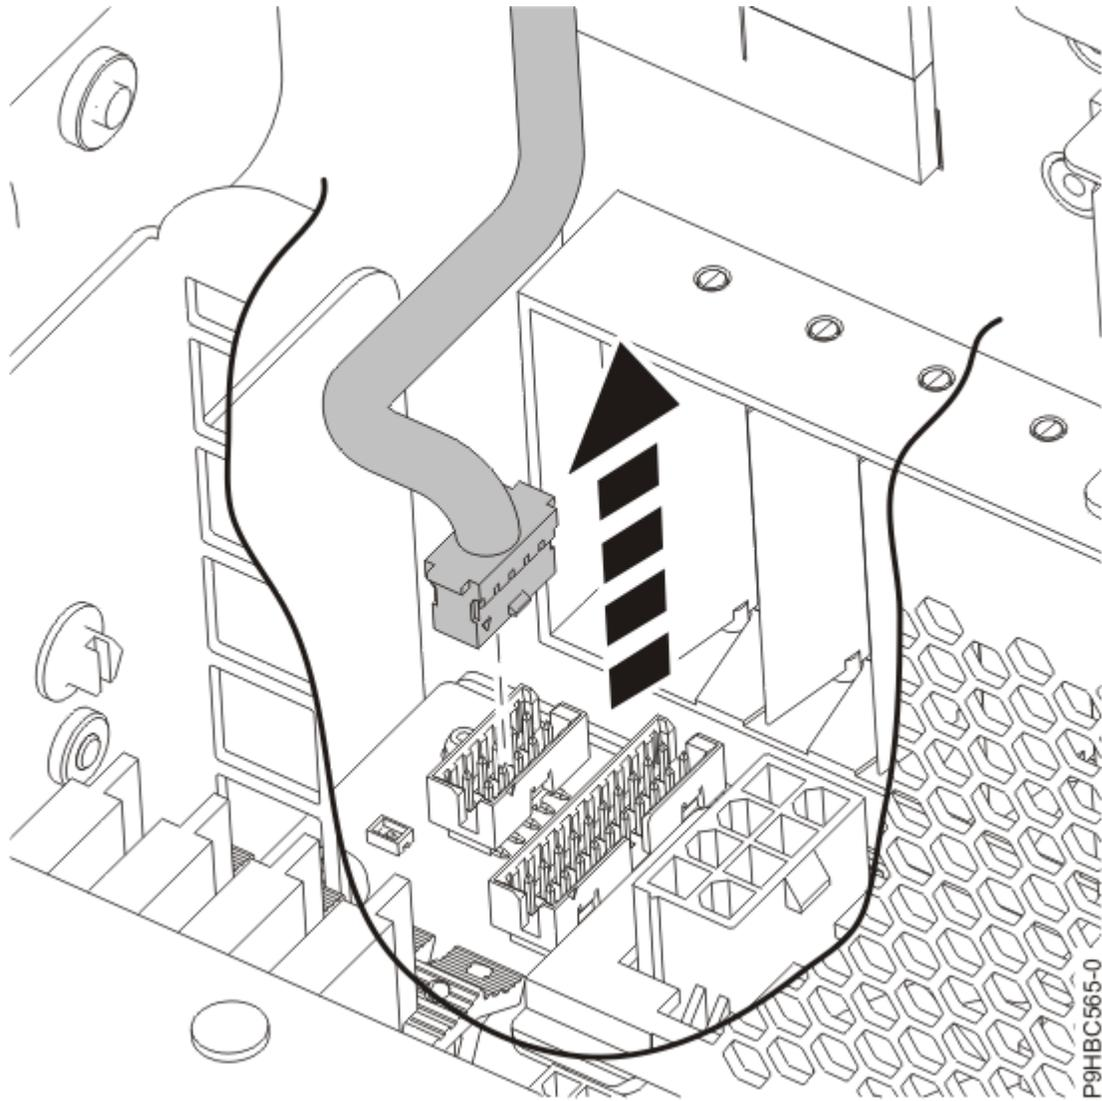
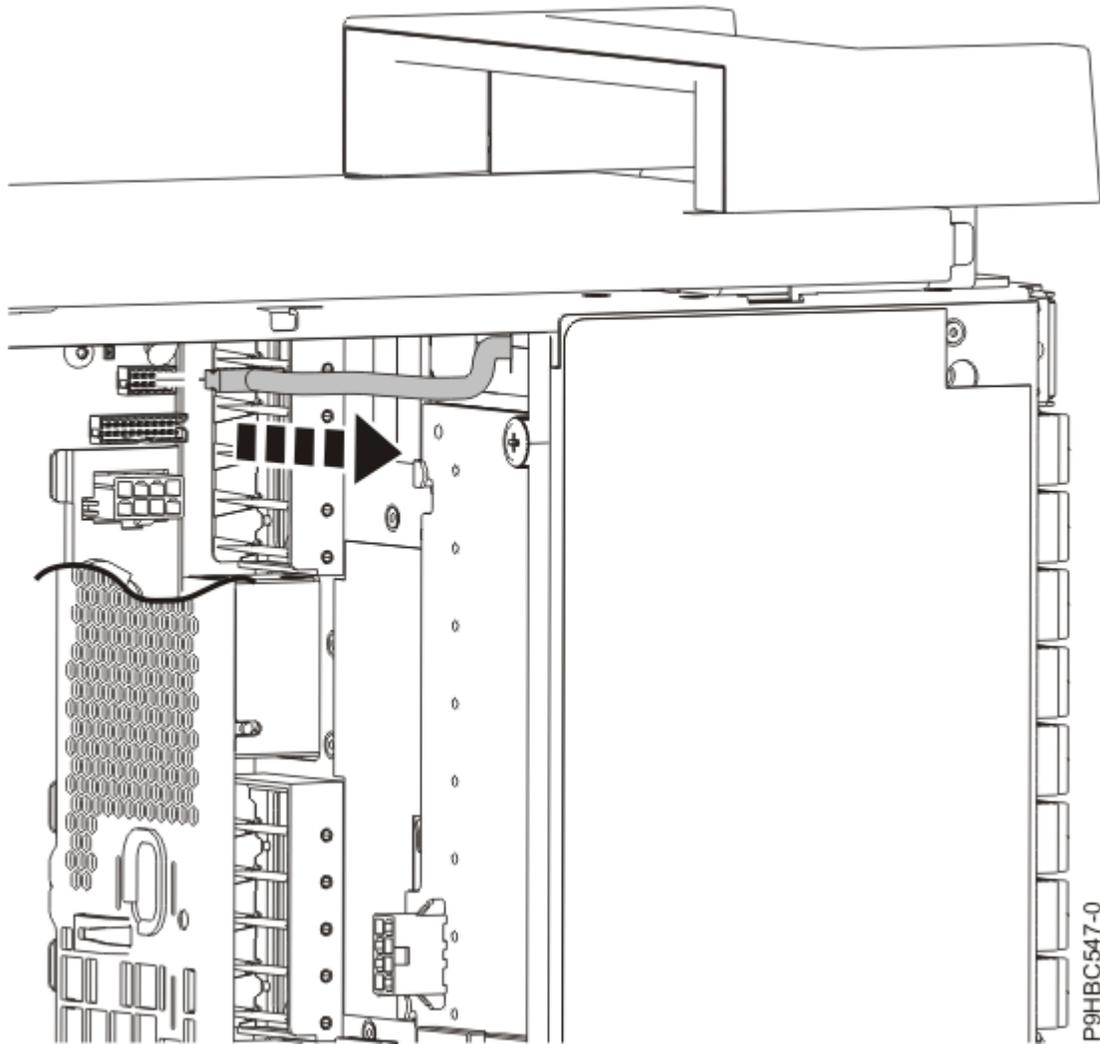

Abbildung 109. Steuerkonsolenanzeigekabel bei einem Einschubsystem an der Systemrückwandplatte abziehen
Abbildung 110. Steuerkonsolenanzeigekabel bei einem Standalone-System an der Systemrückwandplatte abziehen
4. Ziehen Sie das Steuerkonsolenanzeigekabel an der Systemrückwandplatine ab (siehe Abbildung 109 auf Seite 116 oder Abbildung 110 auf Seite 117).